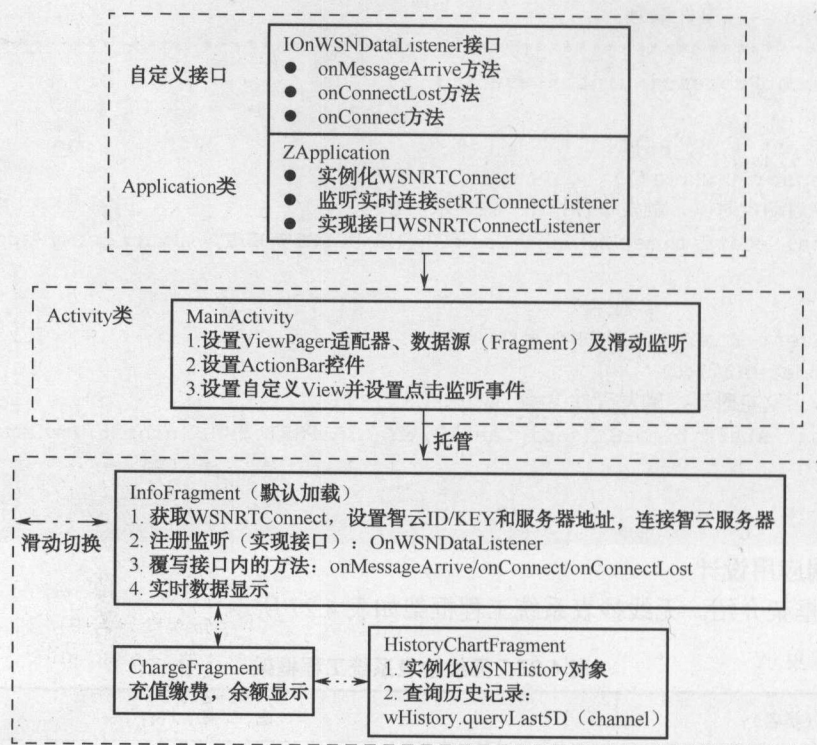

图 4.55 抄表系统程序设计逻辑
(2) 程序业务流程分析。无线抄表系统调用的是实时数据 API 接口、历史数据 API 接口和用户数据 API 接口，程序的实现流程如图 4.55 所示。